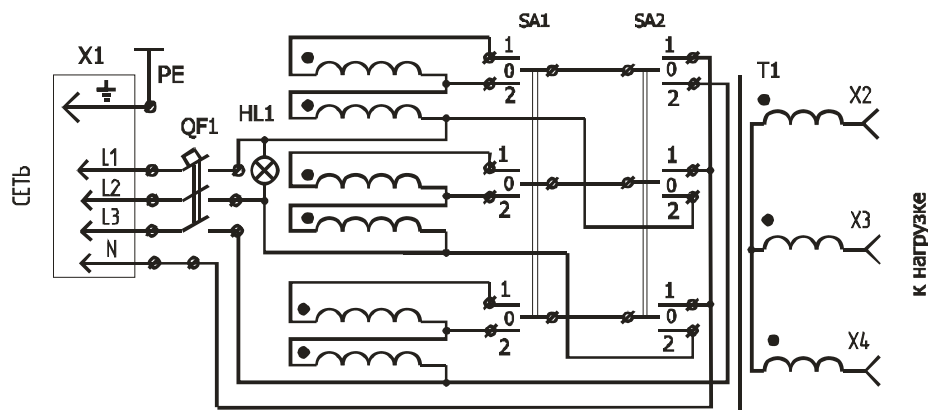

Рис.2
4.2 Схема электрическая принципиальная приведена на рис. 2. Первичные обмотки понижающего трансформатора Т1 коммутируются переключателями SA1 и SA2. В зависимости от положения переключателей на вторичных обмотках получают рабочие напряжения в соответствии с табл.2.
Перечень элементов к схеме электрической принципиальной (рис.2):